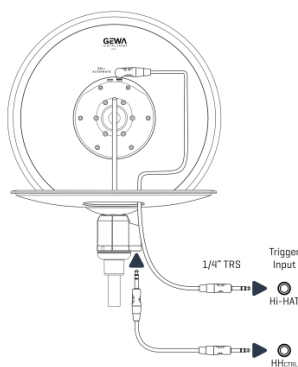

Figure 4
- 1 Prenez la cymbale supérieure (C) et connectez le câble stéréo (coudé) à la prise "GEWA 3-ZONE" (voir Figure 4).
- 5 Branchez le câble stereo (droit) du contrôleur sur le contrôleur du Charleston, comme le montre la Figure 4.
Branchez les deux câbles sur les entrées de déclenchement correspondantes de la console de la batterie, comme le montre la Figure 4. En fonction du fabricant, les entrées du déclencheur peuvent avoir différentes dénominations, mais elles sont toujours présentes (entrées individuelles) pour les cymbales et les contrôleurs.